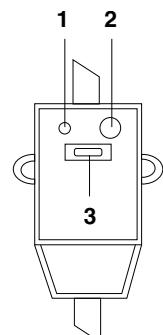

Рис. 6
| Индикация отсутствует | Сработала защита УЗО. | Протестируйте УЗО, нажав кнопку «test». В случае, если УЗО прошло тестирование, нажмите на кнопку (3) перезапуска. В случае, если тестирование не проходит, свяжитесь со специалистами по техническому обслуживанию для осуществления ремонта (см. рис. 6). |